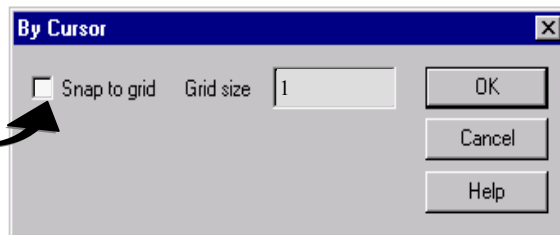

Fig. 59
- în caseta de dialog care apare se de-selectează opțiunea **Snap to grid** (fig. 59)